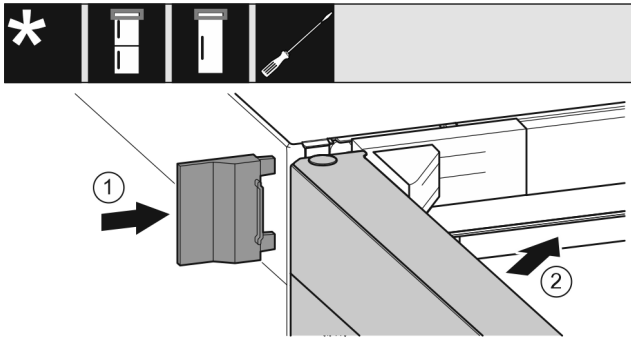

Fig. 22
- ▶ Ωθήστε το εξωτερικό κάλυμμα. Fig. 22 (1)
- ▶ Κλείστε την επάνω πόρτα. Fig. 22 (2)